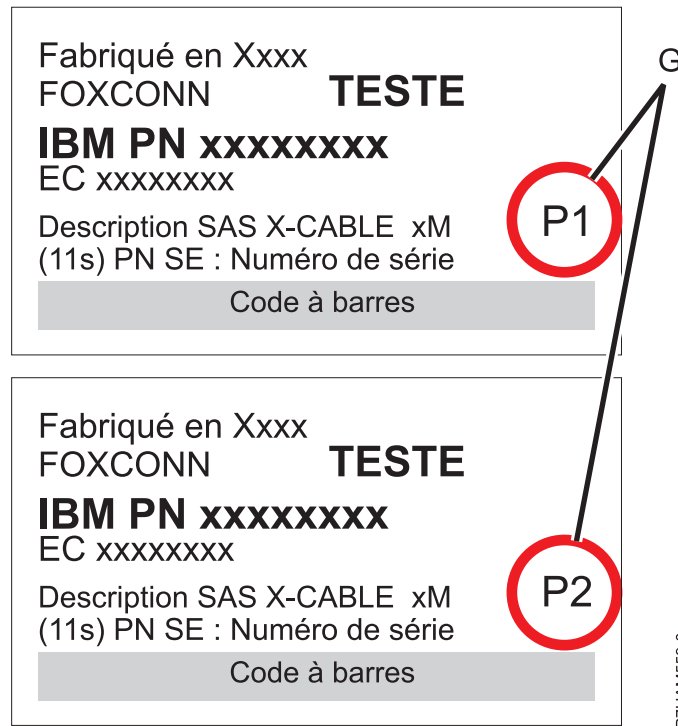

Figure 19. Etiquettes des câbles d'adaptateur SAS avec les identificateurs P1 et P2
**Remarque :** La figure 19, à la page 20 montre des exemples de ces connexions.
- Le câble qui se branche sur l'adaptateur SAS indépendant 1 (C) comporte une étiquette avec l'identificateur P1 (G). Cet adaptateur n'accède à aucun autre adaptateur indépendant et accède uniquement aux baies d'unité D1 à D6.
- Le câble qui se branche sur l'adaptateur SAS indépendant 2 (D) comporte une étiquette avec l'identificateur P2 (G). Cet adaptateur n'accède à aucun autre adaptateur indépendant et accède uniquement aux baies d'unité D7 à D12.
- Le câble qui se branche sur l'adaptateur SAS indépendant 3 (E) comporte une étiquette avec l'identificateur P1 (G). Cet adaptateur n'accède à aucun autre adaptateur indépendant et accède uniquement aux baies d'unité D13 à D18.
- Le câble qui se branche sur l'adaptateur SAS indépendant 4 (F) comporte une étiquette avec l'identificateur P2 (G). Cet adaptateur n'accède à aucun autre adaptateur indépendant et accède uniquement aux baies d'unité D19 à D24.